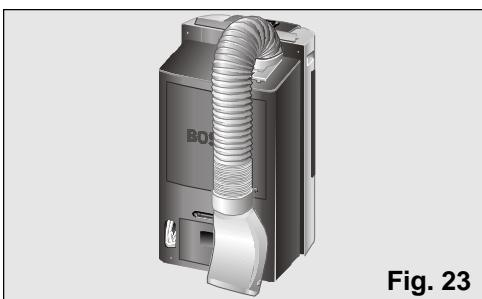

Fig. 23
- ❑ Pour cela, pliez le tube vers l'arrière de l'appareil et attachez-le grâce au crochet diffuseur, **Fig. 23 et 24.**